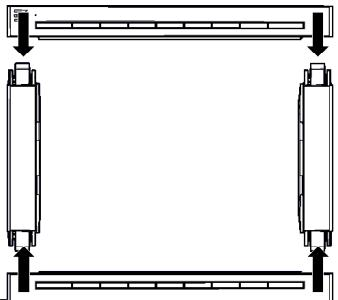

Fig. 5
5. Ensamble el kit de moldura como se muestra en la (Fig. 5).